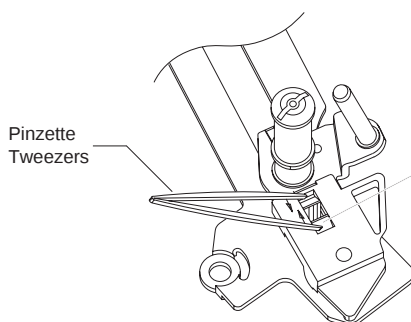
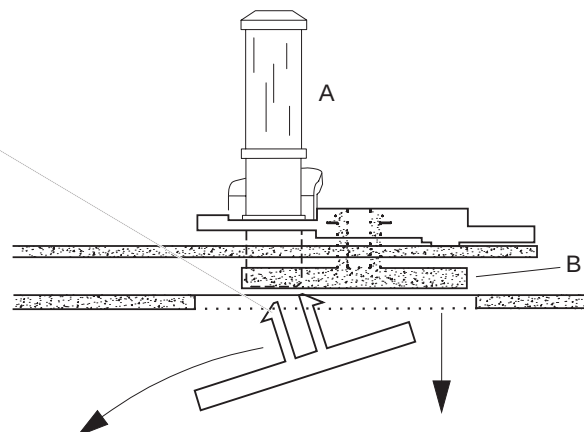

Fig. 18
Fig. 19
- Mit einer Pinzette die beiden Schnapphaken zusammendrücken und die Umlenkrolle von der Platte (Fig. 18) abnehmen.
- Mit einer Pinzette die beiden Schnapphaken zusammendrücken (Fig. 18) und die Umlenkrolle "A" von der Platte "B" abnehmen (Fig. 19).
- Fädelarm links aus der Platte aushängen und diese durch die Aussparung im Chassis nach unten aus dem Laufwerk entfernen (Fig. 19).
- Compress the two snap hooks by means of tweezers and remove the reverse roller from the holding plate (Fig. 18).
- At the bottom side of the tape deck, partially unhinge the sensor print and remove the tension lever (pos.112M).
- Compress the two snap hooks by means of tweezers (Fig. 18) and remove the reverse roller "A" from the plate "B" (Fig. 19).
- Release the loading arm (left) from the holding plate and withdraw the latter through the cutout in the chassis (Fig. 19).